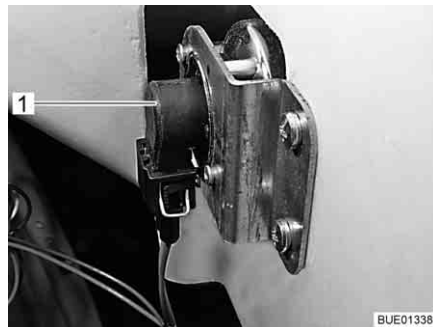

Bild 286 Fahrtrichtungsanzeiger
- Hinter den Lampenhalter (Bild 286,1) greifen.